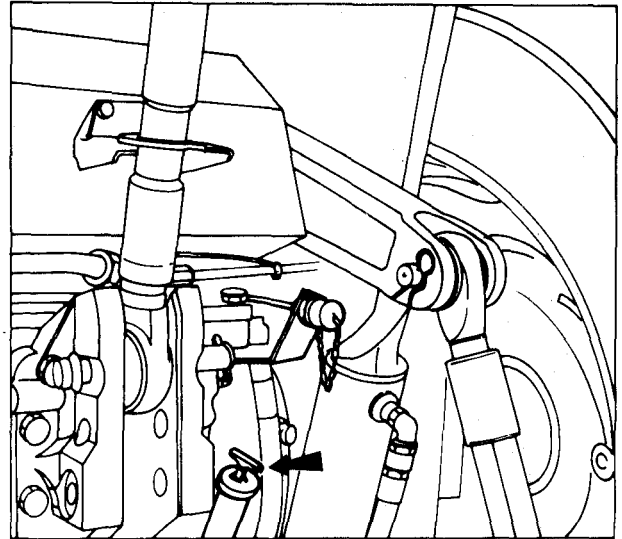
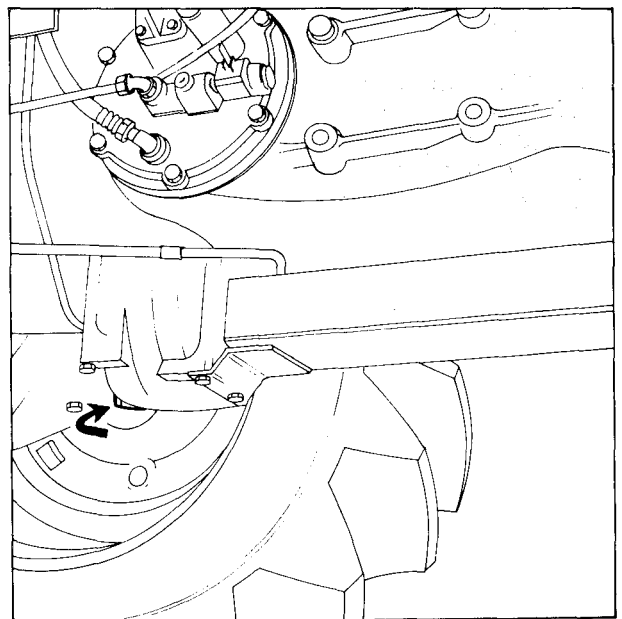

Fig. 16.
Fig. 18.
**Kontroleer het oliepeil in de transmissie elke 125 uur met behulp van de peilstok (fig. 16).**
2. Verwijder de 2 aftapstoppen (fig. 18 en 19) en de vulstop (fig. 16).